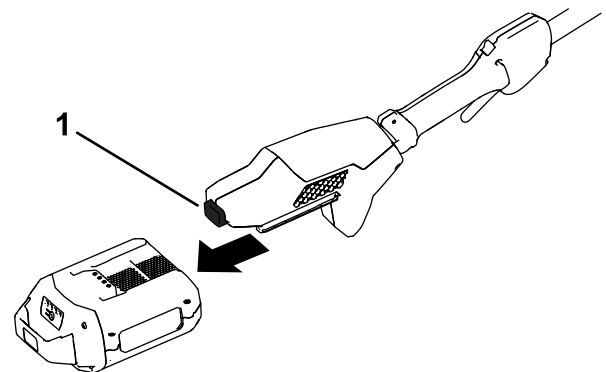

Figur 13
- C. Beskjær grenstubben nær trestammen (Figur 13).